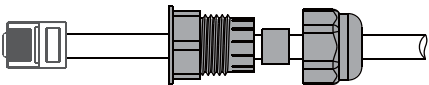

Figure 4.6-4 Fermeture à distance du raccordement du câble
Étape 3-2 : Pour l'arrêt à distance. Faites passer le câble à travers la plaque métallique, puis câblez à partir des broches 5 et 6. Le Tableau 4.6-1 décrit la répartition des broches à 6 contacts, et le raccordement est illustré dans la Figure 4.6-4.